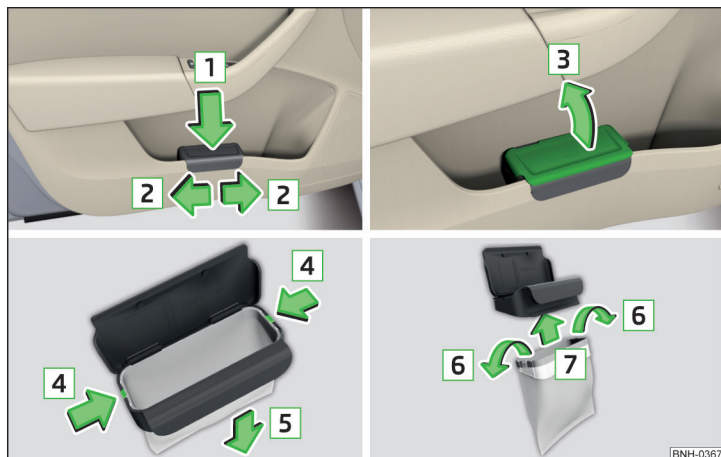

Fig. 73 Cubo de basura: colocar y mover / abrir / cambiar bolsa
- Presione el cubo de basura por el área trasera en el sentido de la flecha **1** » fig. 73.
- Extraiga el cubo de basura en sentido contrario al de la flecha **1** » fig. 73.
- Levantar la tapa en el sentido de la flecha **3** » fig. 73.
- Presionar ambos ganchos de retención en el marco en el sentido de la flecha **4** » fig. 73.